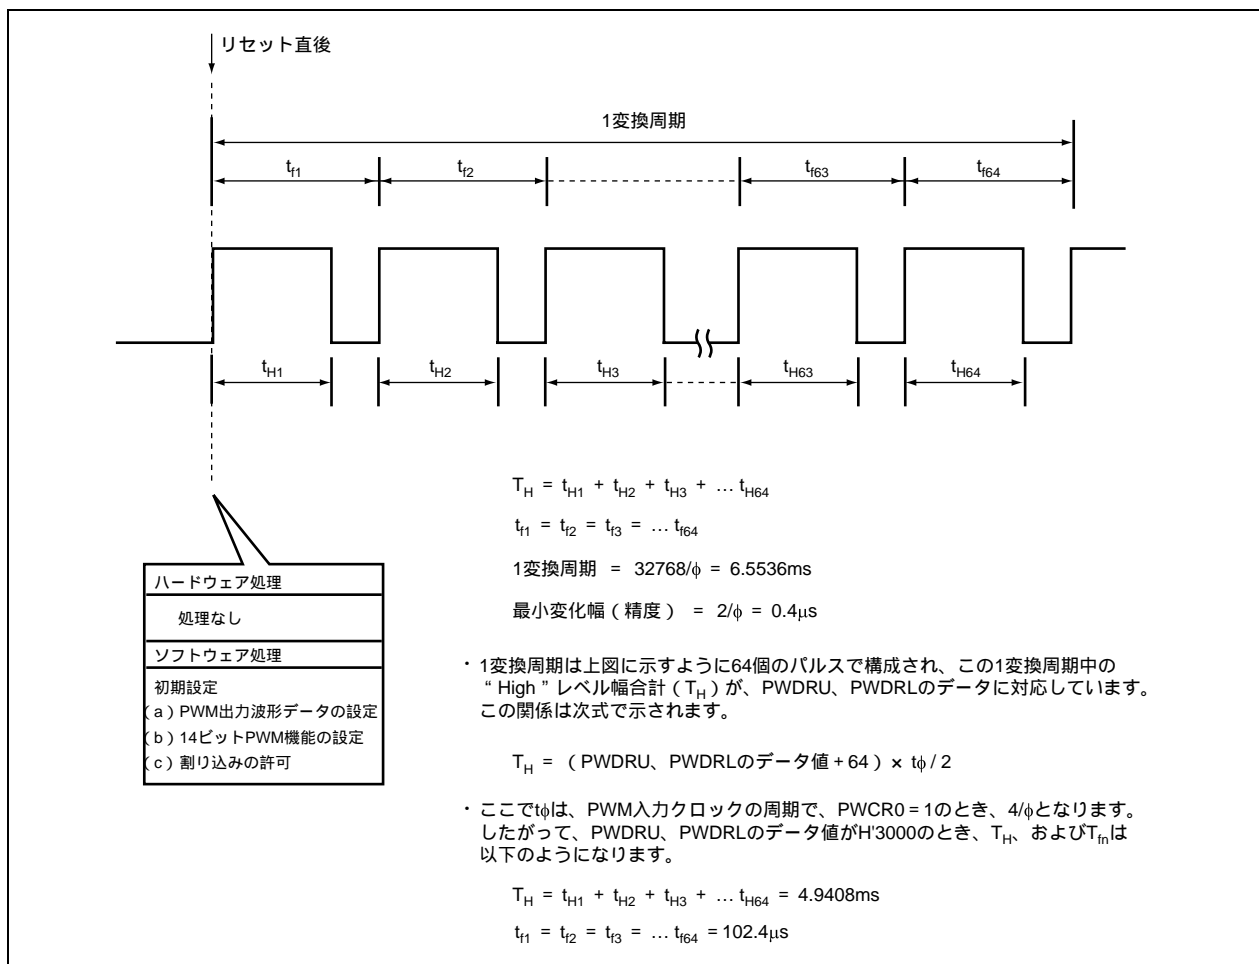

図 3.1 14 ビット PWM 機能によるデューティパルス出力動作原理
1. 図 3.1 に動作説明を示します。図 3.1 に示すようなハードウェア処理、およびソフトウェア処理により 14 ビット PWM 機能によるデューティパルス出力を行ないます。